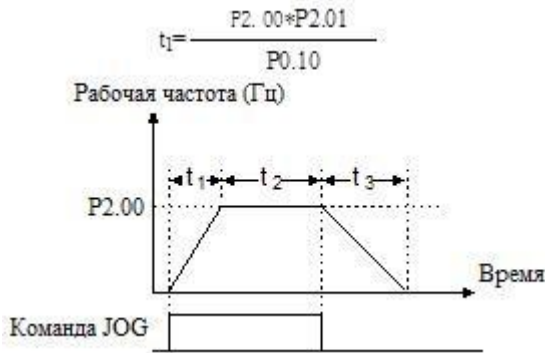

Рисунок 5.2.1 Описание параметров толчка
- ◆ Как показано на рис. 5.2.1, t_1 - время ускорения толчка, t_2 - время толчка; t_3 - время замедления толчка; P2.00 - частота толчка.